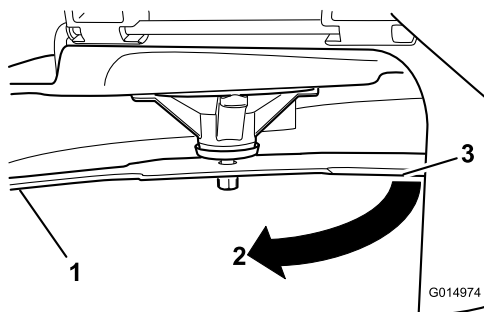

Figura 49
3. Distancia medida entre la cuchilla y la superficie (A)
4. Gire la misma cuchilla 180 grados de manera que el otro filo de corte esté en la misma posición (Figura 49).